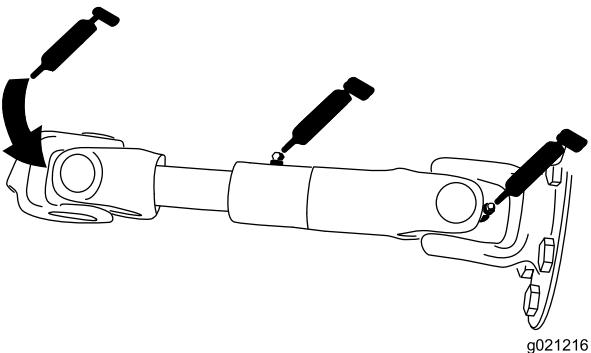

Figure 38
- Arbre d'entraînement de pompe (3) (Figure 38)